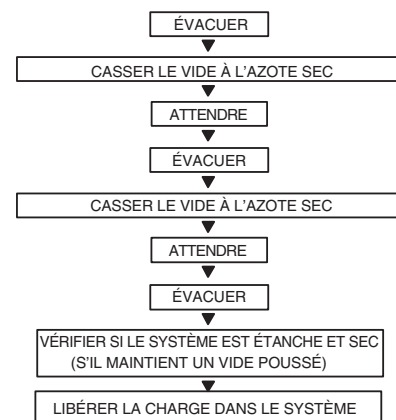

Fig. 21 – Méthode de triple évacuation
La méthode d'évacuation triple devrait être utilisée uniquement lorsque la pompe à vide ne peut appliquer un vide de 500 microns et que le système ne contient pas d'eau liquide. Consultez la figure 21 et procédez comme suit :
5. Répétez cette procédure comme indiqué à la figure 21. Le système sera ensuite exempt de contaminants et de vapeur d'eau.